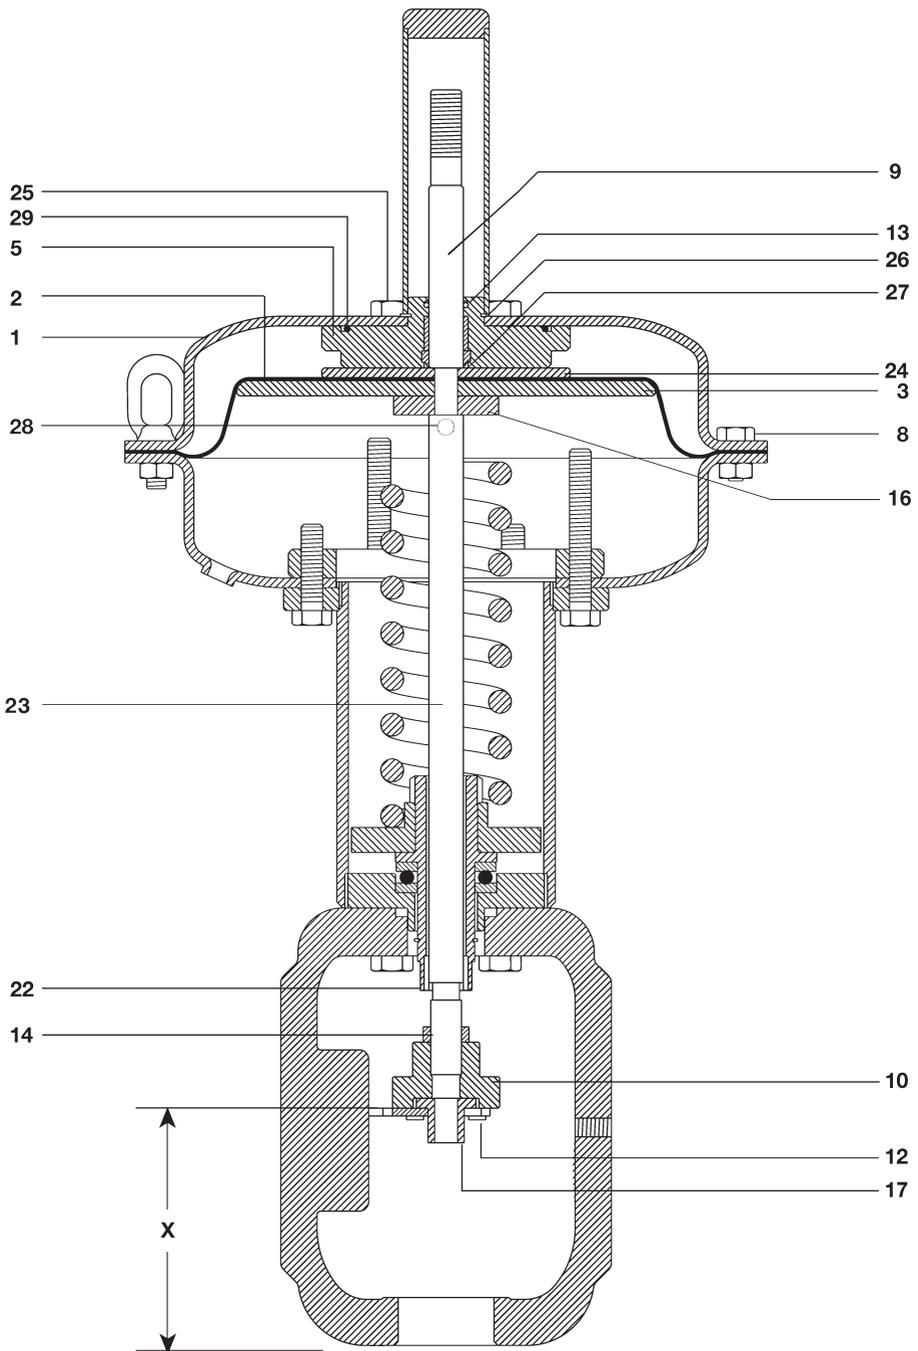

Fig. 10 - Serie PN2000
5.4 Serie da PN2300 a PN2600 (Fare riferimento alla Fig. 10):
Tavola 2 Dimensioni 'X' approssimate in mm (pollici) (vedi Fig. 10)